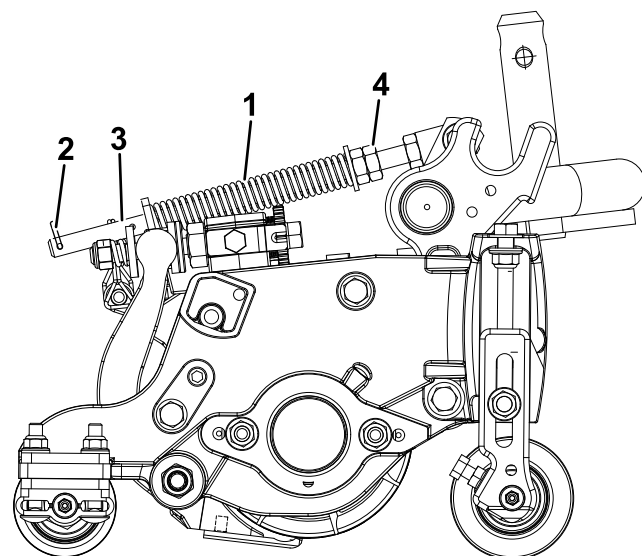

Figure 11
2. Serrez les écrous hexagonaux à l'extrémité avant de la tige de ressort jusqu'à ce que la longueur du ressort comprimé soit égale à 12,7 cm (Figure 11).
Le ressort de compensation (Figure 11) transfère aussi le poids du rouleau avant au rouleau arrière. Cela évite la formation d'ondulations à la surface de la pelouse.
1. Vérifiez que la goupille fendue est insérée dans le trou de la tige de ressort (Figure 11).